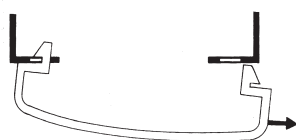
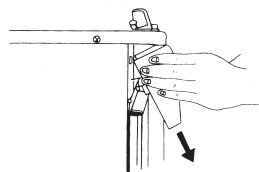

図 5
図 6
- 2 爪をはずした側に横にずらし (図 5)、手前下方に下げます (図 6)。